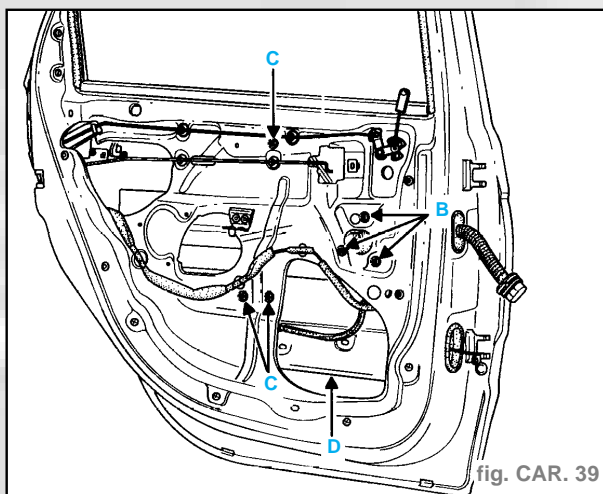

fig. CAR. 39
- Déposer les trois écrous de fixation du mécanisme manuel (B) et les trois vis de fixation du rail (C) d'entraînement de la vitre coulissante (fig. CAR. 39).
- Basculer l'ensemble et le sortir par l'ajourage du caisson en (D).